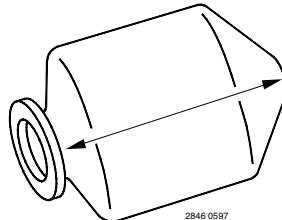

Figure 3 – Chasser l'air du diaphragme
- A. Mettre le diaphragme sur une surface propre, en orientant son ouverture d'un côté et en l'aplatissant pour chasser tout l'air. Bien aplatis les extrémités (voir la Figure 3).